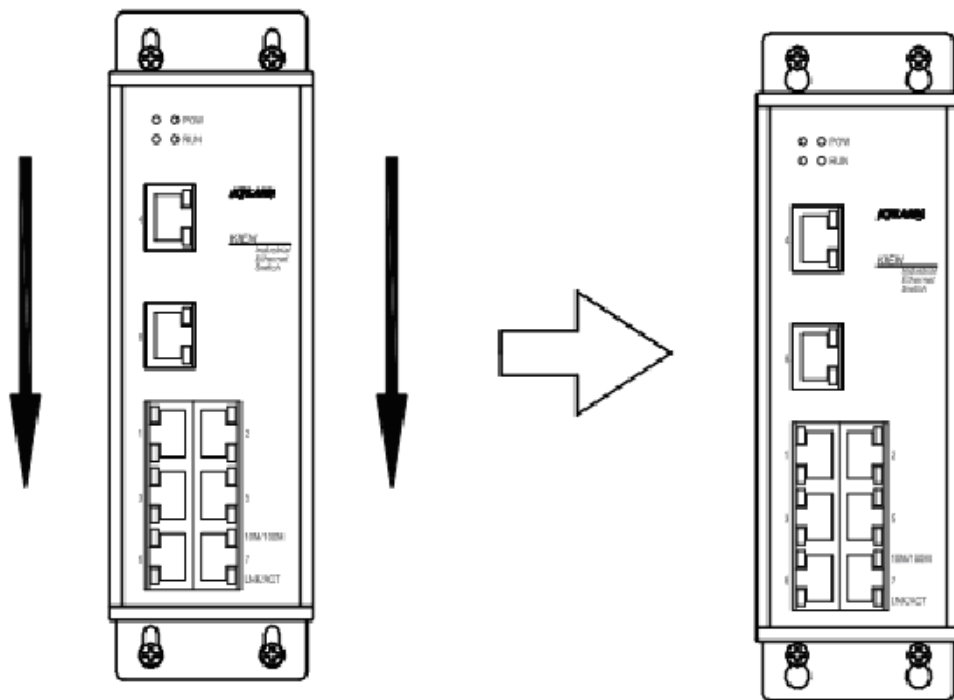

图 2-5 壁挂式安装过程示意图
4. 在墙壁上固定好螺钉后，将 KIEN1000 或 KIEN2000 装到选定的位置，使 4 个螺钉穿过壁挂板上 4 个 $\Phi 6.5$ 的孔。向下滑动 KIEN1000 或 KIEN2000。如图 2-5 所示。拧紧 4 个螺钉。KIEN1000 或 KIEN2000 就被牢固地安装在墙壁或机柜内壁上了。